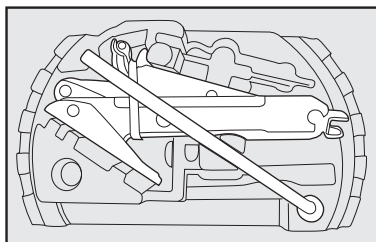

fig. 10
14) Colocar o macaco no suporte das ferramentas **fig. 10**, encaixando de modo a evitar vibrações, ou que se solte durante a marcha;